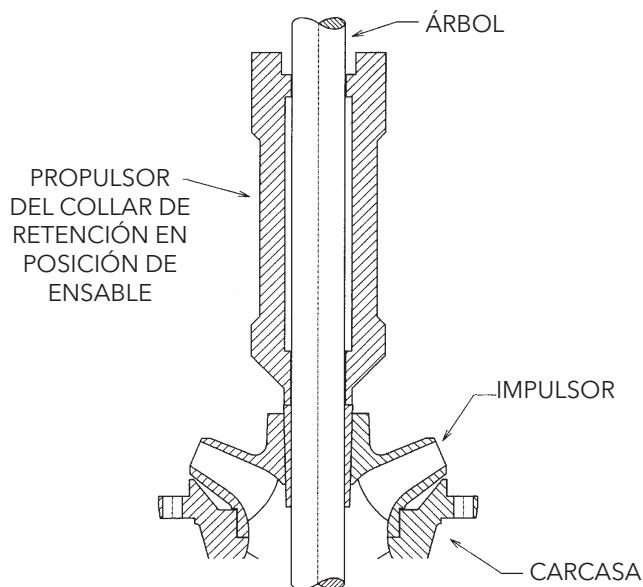

Figura 5 – Instalación del impulsor
D. Detenga firmemente el impulsor contra el adaptador del motor y coloque el collar de retención con el propulsor correspondiente. *Vea la Figura 5.* Después de asegurar el impulsor en su posición, la parte superior del collar de retención cónico debe estar  $1/8"$  arriba del cubo del impulsor.